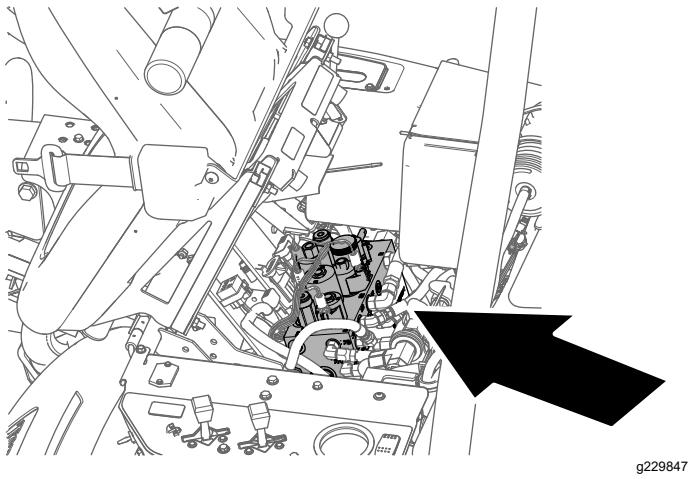

Figura 55
2. Inclinete in avanti il sedile dell'operatore e sostenetelo con l'asta di supporto (Figura 55).